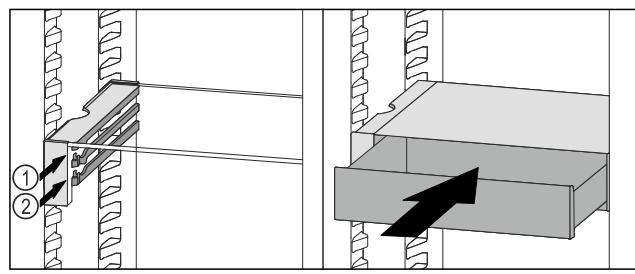

Fig. 133
- VarioSafe-Schubfach hinter den Stopfern auf gewünschter Rippe Fig. 133 (1) oder Fig. 133 (2) aufsetzen.